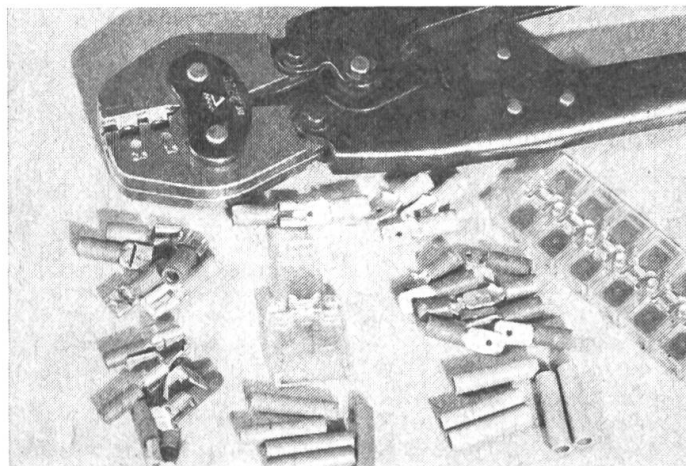

Abb. 8
- Bei neueren Anlagen werden als Verbindungselemente sehr oft Klemmstecker verwendet. Für die bäuerliche Werkstatt gibt es preisgünstige Sortimente mit den gebräuchlichsten Steckern, Verbindern und Quetschzangen (Abb. 8).